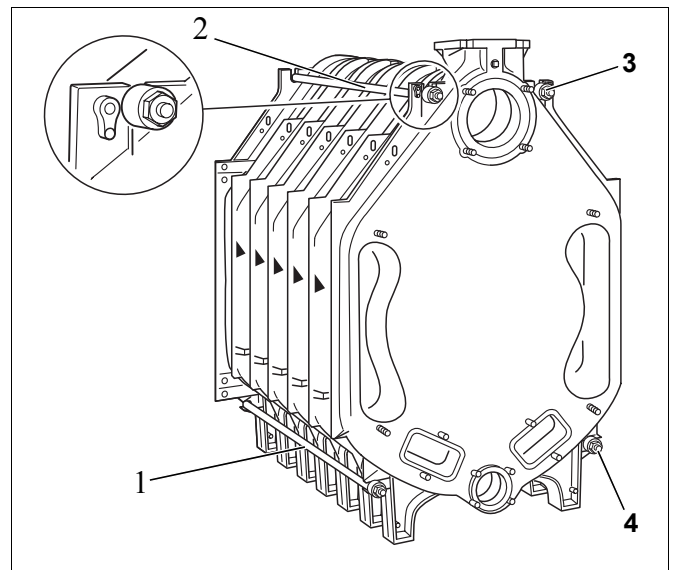

Fig. 22 Montaggio dei tiranti
- ▶ Inserire i tiranti nelle camme di ghisa con i pacchetti elastici già applicati a sinistra e a destra, sopra e sotto accanto ai mozzetti della caldaia (fig. 22, [1] a [4]).